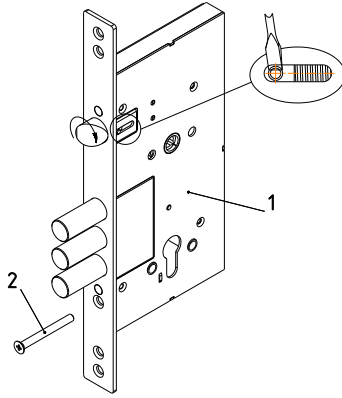

Рис.1
Комплектность замка приведена в таблице и показана на рис. 1.
4.2. Перед установкой замка убедитесь, что скос защёлки направлен в сторону закрывания двери. Чтобы переставить защёлку, нажмите отверткой на фиксатор защёлки, расположенный в отверстии корпуса замка и поверните защёлку на 180° до «щелчка» (см. рис.1).